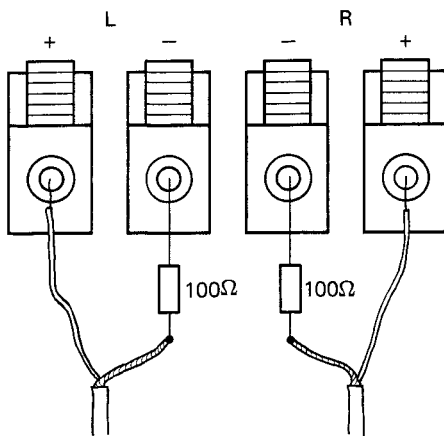

Fig. 5
- Bei verschiedenen Vollverstärkern dürfen die Masseanschlüsse des linken und des rechten Kanals nicht verbunden werden. Wenn in diesem Fall die Verdrahtungs-Variante 2 (siehe 3.2) gewählt wird, müssen die Abschirmungen von beiden Anschlusskabeln über je einen Widerstand von 100 Ohm an die «kalten» bzw. «-»-Anschlüsse des Verstärkers geführt werden (siehe Fig. 5).
- On certain types of integrated amplifiers, the ground terminals of the left-hand and the right-hand channel may not be interconnected. If in this case the cabling version 2 (see 3.2) is used, each screen of the two connecting cables must be connected to the "cold" (" - ") terminals via a 100 ohm resistor (see fig. 5).
- Divers amplificateurs intégrés ne supportent pas que les prises de masse des canaux droit et gauche soient reliées. Si vous optez dans le cas présent pour la variante de câblage 2 (voir 3.2), les tresses de masse des deux câbles de liaison doivent être chacune reliées par une résistance de 100 Ohm aux points «froids», resp. «-» de l'amplificateur (voir fig. 5).